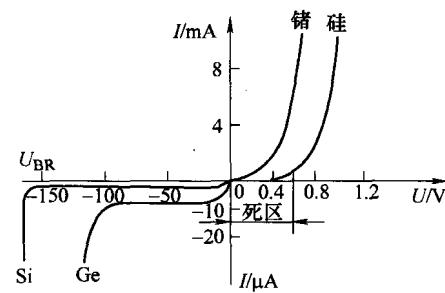

图 1-4 二极管的伏安特性曲线
2) 二极管的伏安特性。因为二极管的核心是 PN 结，所以二极管的伏安特性与式(1-1)基本相同。但是由于存在引线的接触电阻、半导体的体电阻和表面漏电流等因素，实际的二极管特性与式(1-1)略有差异。实际二极管的伏安特性曲线如图 1-4 所示。为分析方便，通常将特性曲线分为三个部分：正向特性、反向特性和反向击穿特性。
① 正向特性。当外加正向电压小于某一数值（称为死区电压）时，二极管正向电流  $I_F$  很小，几乎为零，该段称为死区。死区电压的大小与二极管的材料有关，通常，硅材料二极管的死区电压约为  $0.5\text{V}$ ，锗材料二极管的死区电压约为  $0.1\text{V}$ 。